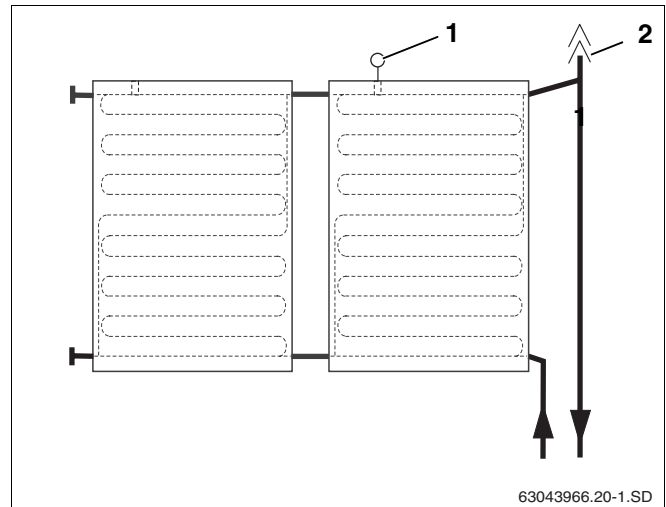

Fig. 58 Imagem da câmara de ar com purgador para a ligação de avanço
Quando pretender purgar a instalação solar com um purgador automática (acessório) na parte mais alta da instalação, deve instalar a tubagem de avanço com uma inclinação em relação à purga (fig. 58, **item 2**) e a tubagem de retorno com uma inclinação em relação ao campo de colectores (fig. 58).